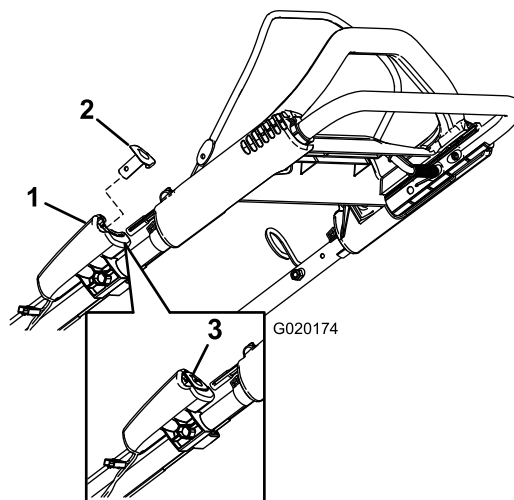

Figure 16
2. Appuyez sur le bouton de démarrage électrique jusqu'à ce que le moteur démarre (Figure 16).
**Remarque:** Si vous avez retiré le bouton de démarrage électrique, insérez-le dans le démarreur électrique ; voir Figure 16.